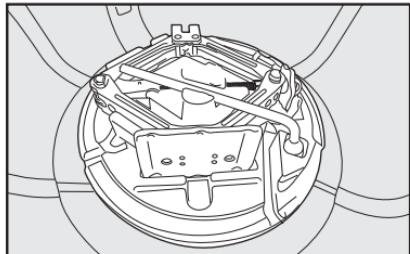

fig. 3
- Soltar as ferramentas, e remover o macaco fig. 3 de acordo com a versão do veículo puxando-o de sua sede.